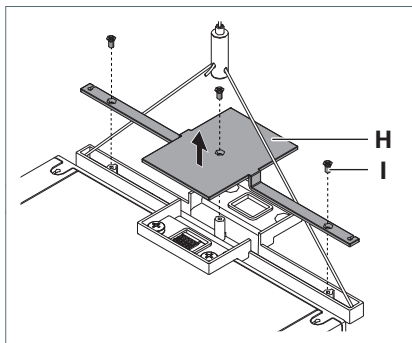

Fig. 13: Abdeckung entfernen.
- Drehen Sie an der zuletzt montierten Leuchte am Verbindungselement die drei Schrauben **I** aus der Abdeckung **H** heraus, siehe Fig. 13.